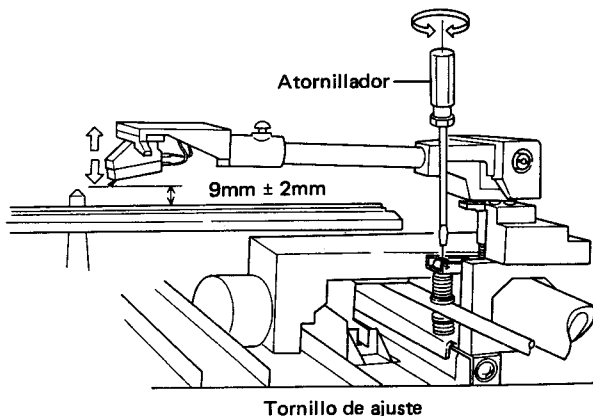

Fig. 11-2 Ajuste de la elevación del brazo
- * Al subir la elevación del brazo, comprobar también que la aguja está a $9mm \pm 2mm$ por encima de la superficie del disco, y que la punta de elevación se apoya en el surco en forma de V (Fig. 11-2).